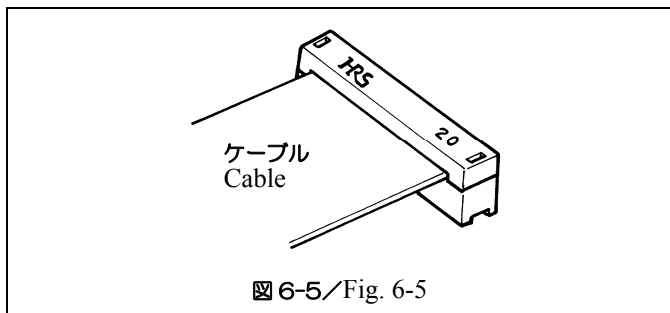

図 6-5 / Fig. 6-5
- 5) 結線完了品 (図 6-5) のケーブルを図 6-6 のように折り曲げ、コネクタの差込口 (A) (B) にクランプの先端を押し込み、ケーブルをはさんで下さい。(はずれないように確実に押し込んで下さい) クランプの HRS の彫刻文字は特に方向性を示すものではありませんので、貴社のご仕様に合わせてお決め下さい。
- 5) Fold the cable which has been connected (Fig. 6-5) as shown in Fig. 6-6, press the top ends of the clamp into the inlets (A) and (B) of the connector to place the cable between them. (Be sure to press the top ends of the clamp securely so that they do not come off.) Since the engraved letters HRS on the clamp does not indicate any specified orientation, you may determine the orientation of the clamp according to your connector specifications.